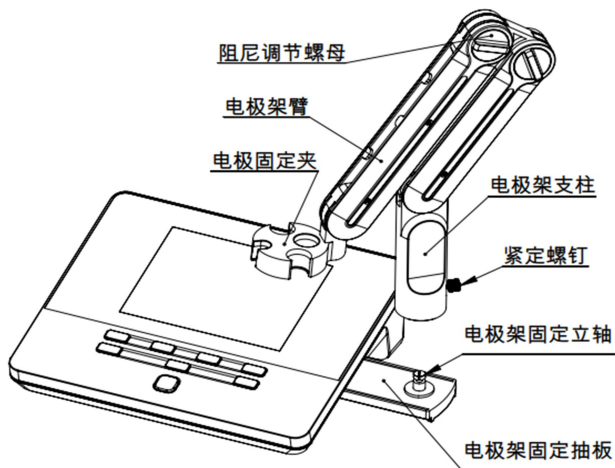

图 4-4 多功能电极支架安装示意图
- 2) 将多功能电极架支柱的中心孔（如图 4-4）插入多功能电极架抽板的立轴上；